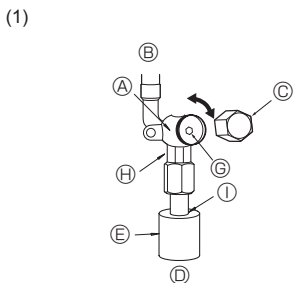

Fig. 4-5
- Lado do gás para o P100-P140 (Fig. 4-5)